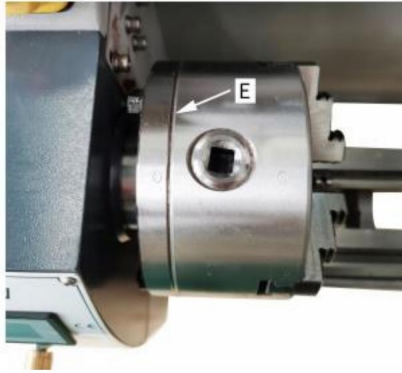

Fig. 26
Med hjälp av denna universella chuck kan rund triangulär fyrkantig sexkantig åttakantig och tolvhörnig lager spännas fast. (Bild 26)
För den ursprungliga 3-käftsChucken som monterades på svarven har fabriken monterat chucken på bästa sätt för att garantera hållnoggrannheten med två "."-märke (A) Fig. 26 visas på chucken och chuckflänsen.